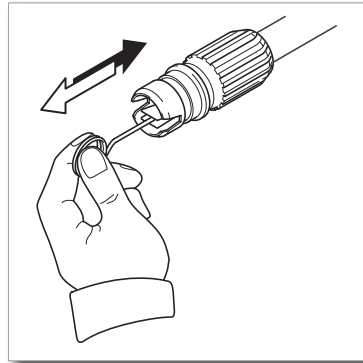

Fig. 23
- À l'aide du nettoyeur de buse fourni (ou un trombone déplié), insérez le fil dans le trou de la buse et faites un mouvement de va-et-vient jusqu'à ce que les débris soient délogés (**Fig. 23**). Introduisez de l'eau à travers la buse à l'aide d'un tuyau d'arrosage à la pression la plus élevée (soit par la buse standard ou en plaçant votre pouce sur la buse pour créer une pression d'eau suffisante).